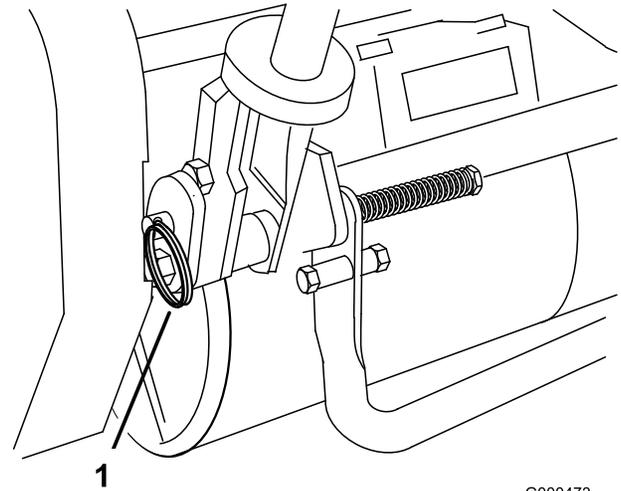

Figura 6
1. Retire las chavetas de los pasadores de anilla en cada lado del cortacésped (Figura 6).